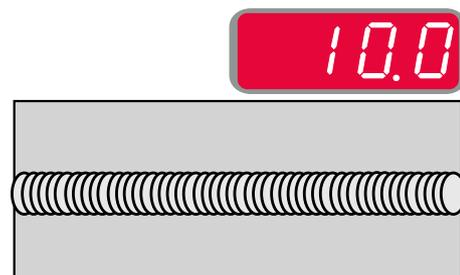

Abb. 17
- Frequenz über 0,0 – enge Schweißse und enger Riffelabstand, schnelle Arbeitsgeschwindigkeit. Abb. 17 zeigt den Abstand, wenn die Frequenz "+ 10" ist.